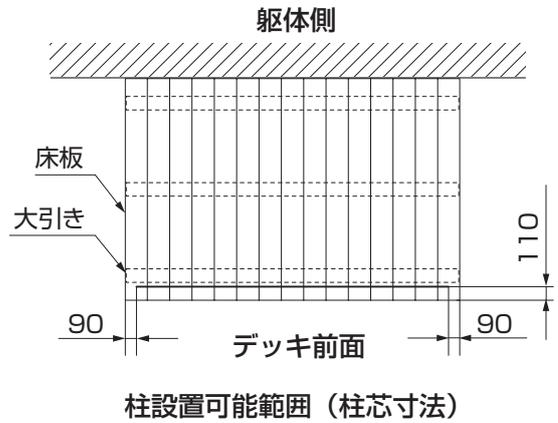
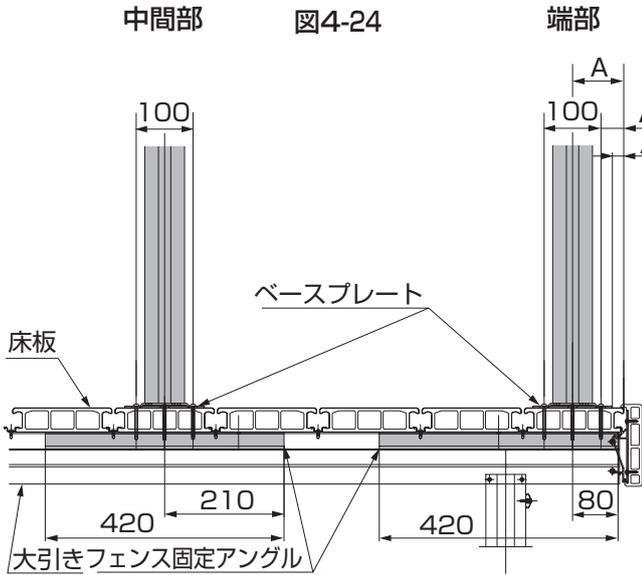
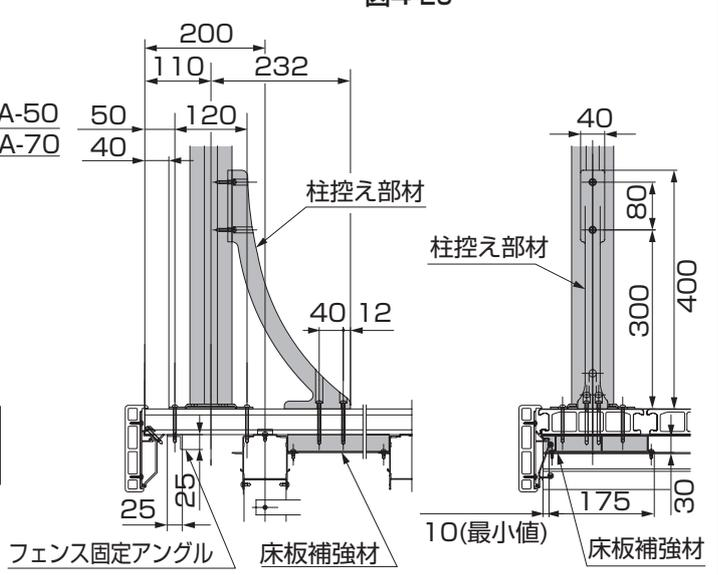

図4-25
図4-26
図4-27
- デッキの中間部に立てる場合、端部に立てる場合には図4-24、図4-25、図4-26、図4-27を参照して取付けてください。
- 図4-26のA寸法値の最小値は90mmです。
- 図4-26のA寸法値の最大値は、フェンス固定アングルに手が届く約400mmの範囲内で自由に設定することができます。
- ②柱と柱控え部材を取付けるネジ位置をマーキングしてください。
- ③マーキングした床板にφ5.5の下孔をあけてください。(※1)
- ④ベースプレートを【7-2】で、床板の下の大引きまで3ヶ所取付けてください。
- ⑤デッキ前面の中心の下孔とフェンス固定アングルの孔を合わせて、ベースプレートを【7-3】で取付けてください。(※2)
- ⑥【7-2】で、床板の下にフェンス固定アングルをあてて2ヶ所取付けてください。
- ⑦柱控え部材を【6-2】で、床板の下の床板補強材に固定してください。
- ⑧柱に柱控え部材を【6-1】で、固定してください。
(2) 正面大引き固定の場合